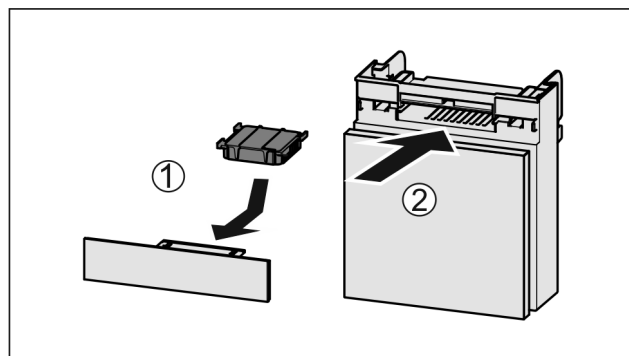

Fig. 184
- Insérer le filtre à charbon actif d'après le schéma Fig. 184 (1).
- Insérer le compartiment Fig. 184 (2).